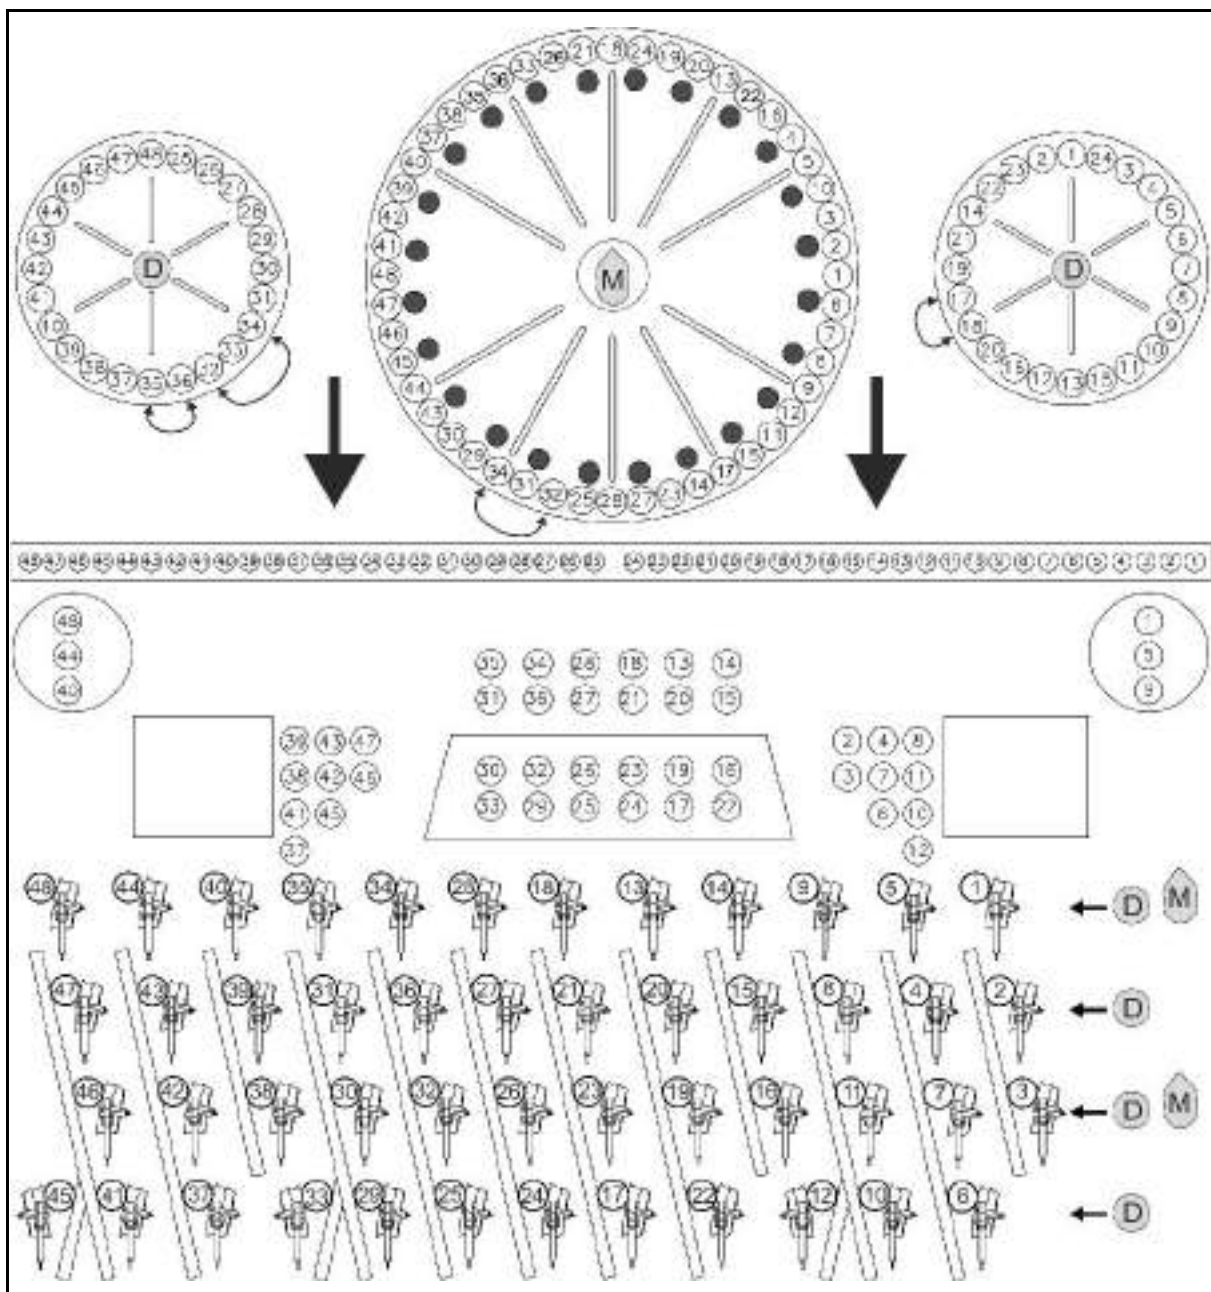

Рис. 33
- Кукуруза **M**: установите заглушки согласно Рис. 33.